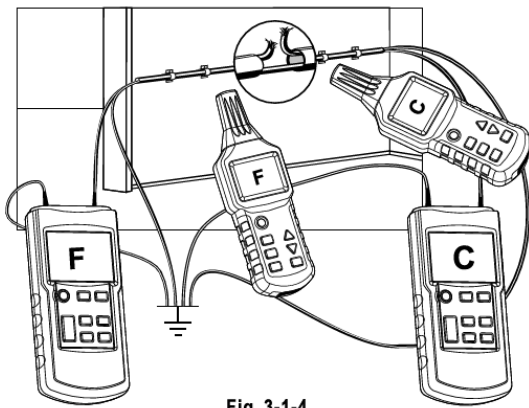

Fig. 3-1-4
- Alle ungenutzten Leitungen müssen wie in Fig. 3-1-4 an eine Erdung angeschlossen sein.
- Beide Transmitter wie in Fig. 3-1-4 anschließen und verwenden.
Wenn die Transmitter gemäß Fig. 3-1-4 angeschlossen sind, zeigt der Empfänger C auf der linken Seite die Leitungsunterbrechung an. Wenn der Empfänger über die Unterbrechungsstelle nach rechts geführt wird, zeigt er F an. Wenn Sie direkt auf der Unterbrechung sind, wird aufgrund der Überlappung der beiden Transmitter-Signale kein Leitungs-Code angezeigt.